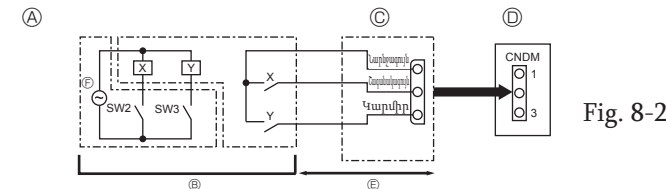

Fig. 8-2
8.2. Էներգասպառման կրճատման գործառնություն (փոփոխություն շահագործման վայրում) (Fig. 8-2)